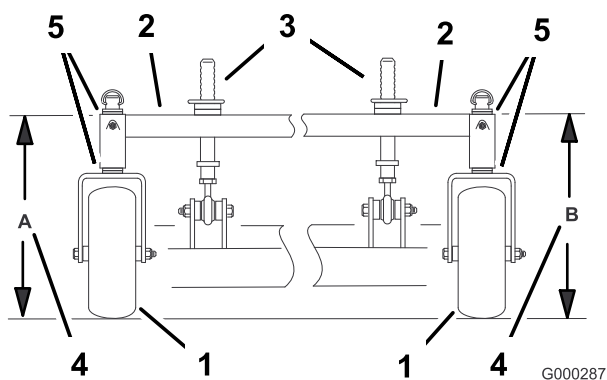

Bild 59
- Messen Sie die Höhe des Trägerrahmens an Stelle **A** (Bild 59).
- Messen Sie die Höhe des Trägerrahmens an Stelle **B** (Bild 59).